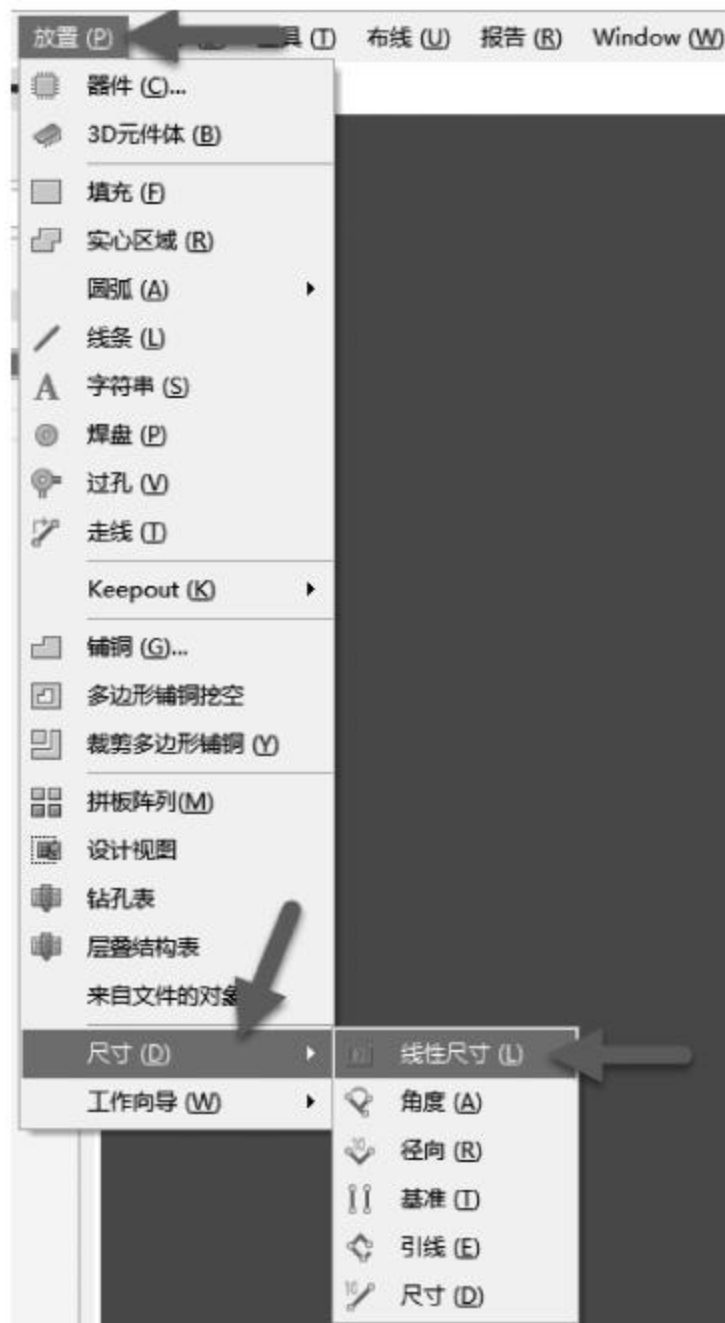

图 5-55 放置线性尺寸
(1) 执行菜单栏中“放置”→“尺寸”→“线性尺寸”命令,如图 5-55 所示。